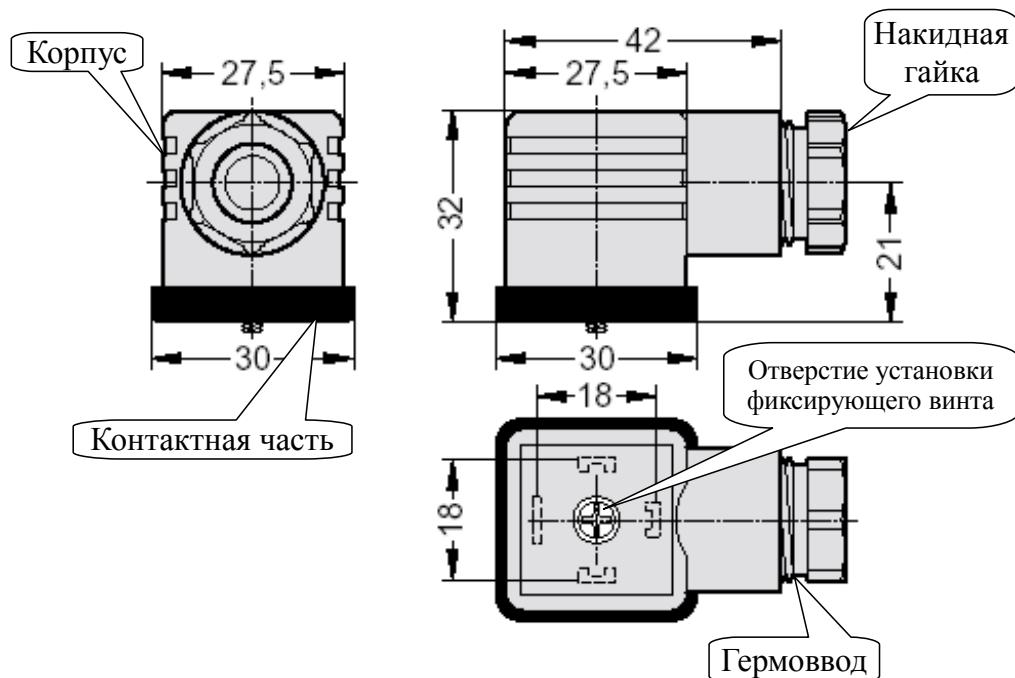
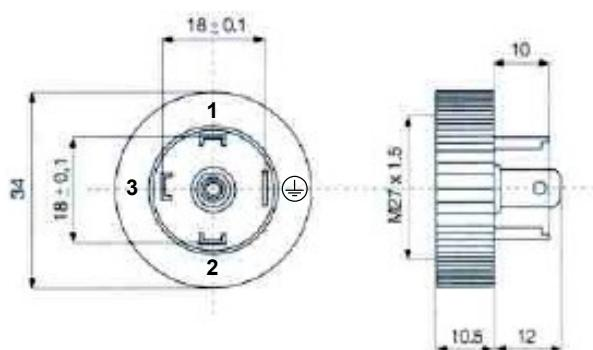

Рисунок 2 - Герморазъём DIN 43650, форма А
Рисунок 3 - База для герморазъёма DIN 43650, форма А круглая
- Отвернуть и вынуть фиксирующий винт на гермозаёме (Рисунок 2). Снять гермозаём с базы (Рисунок 3) и выдвинуть его контактную часть, толкая хвостовик в отверстии установки фиксирующего винта.